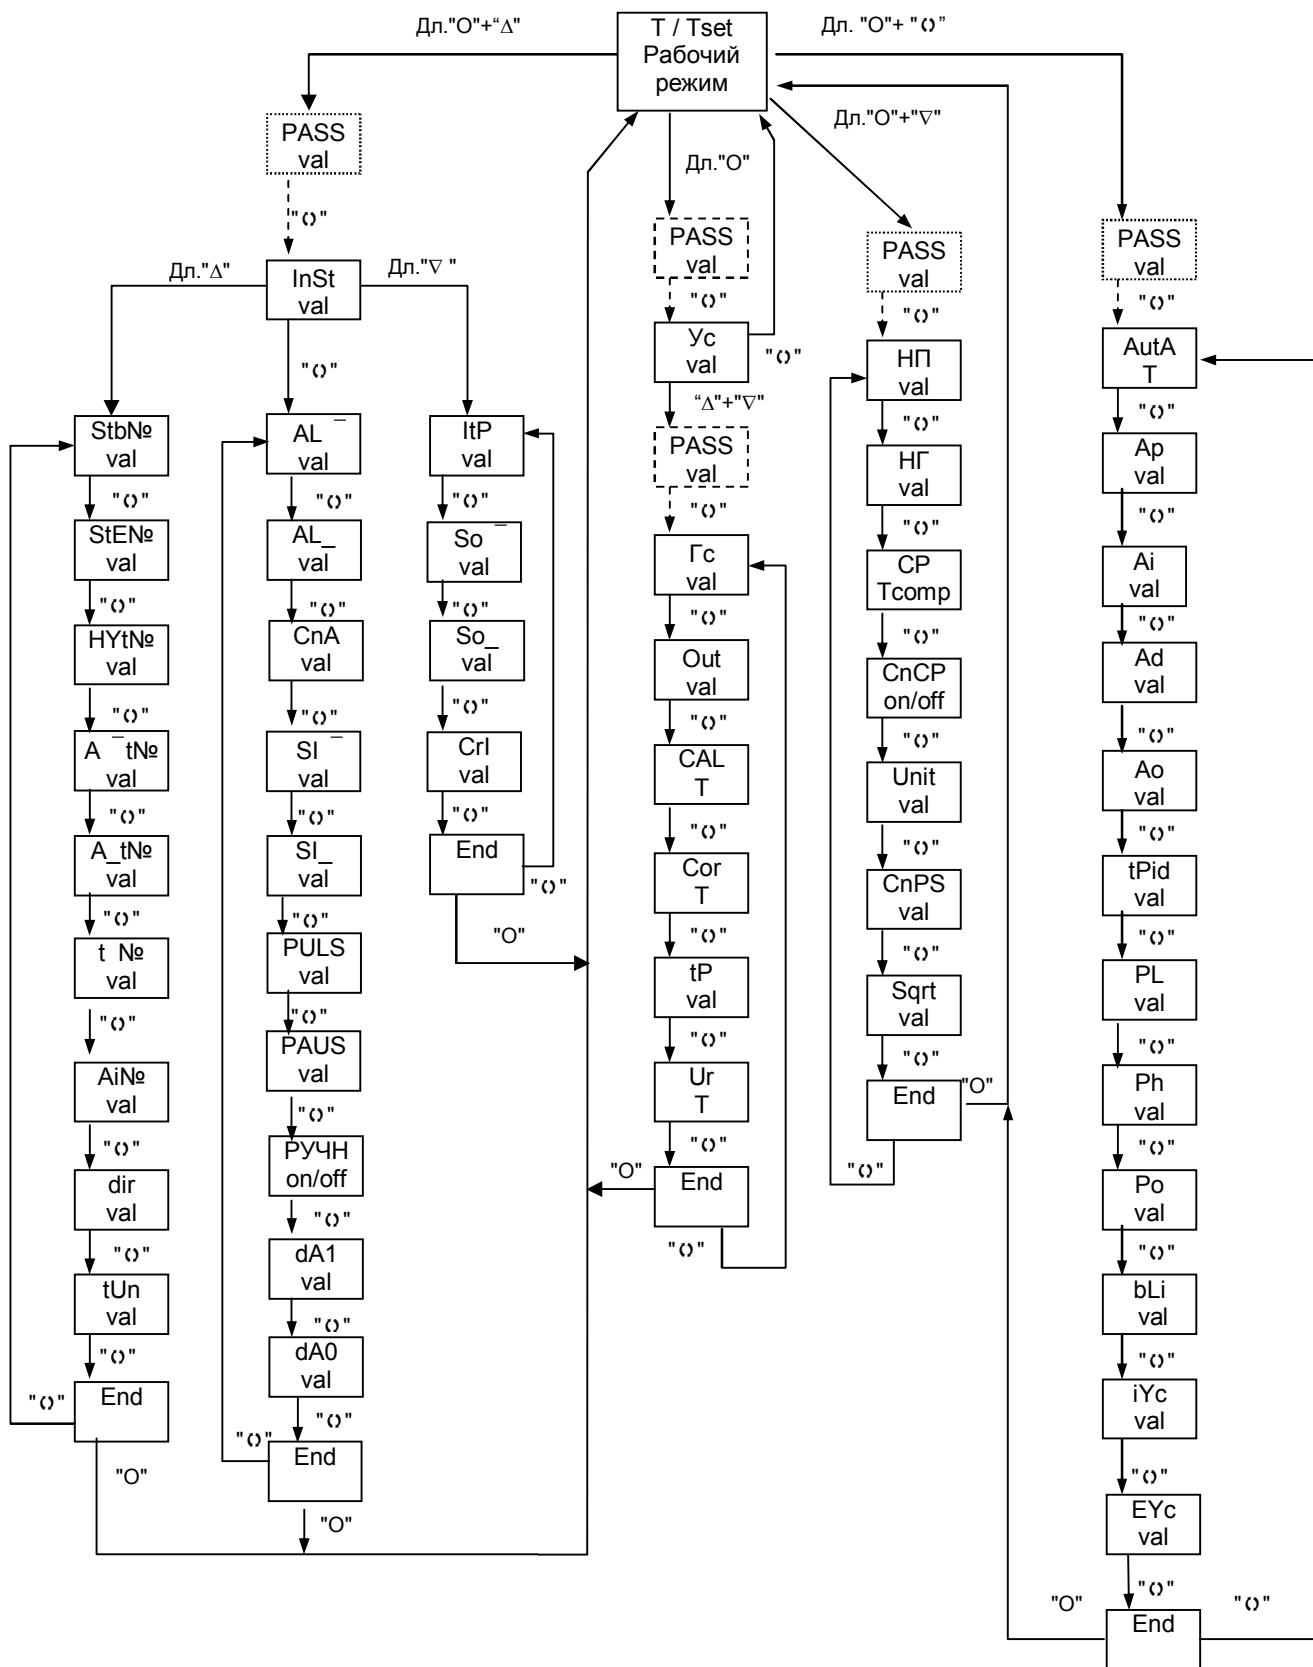

Рис. 1. Структурная схема меню пользователя.
4.3 ИТР имеет структуру меню пользователя, изображенную на рис.1.